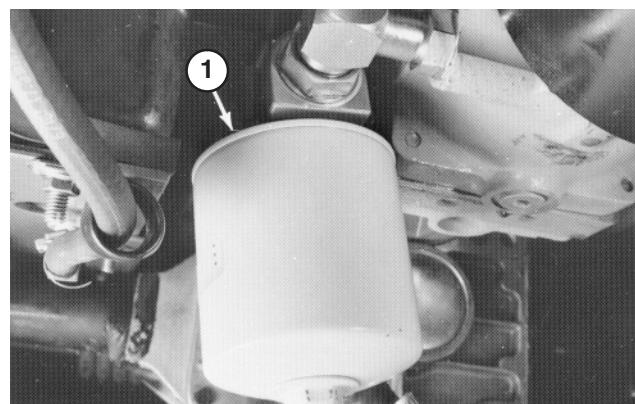

Figure 71
- Nettoyez la surface de montage du filtre à huile hydraulique. Enlevez le filtre de la base (Fig. 71) et nettoyez la surface de montage du filtre.